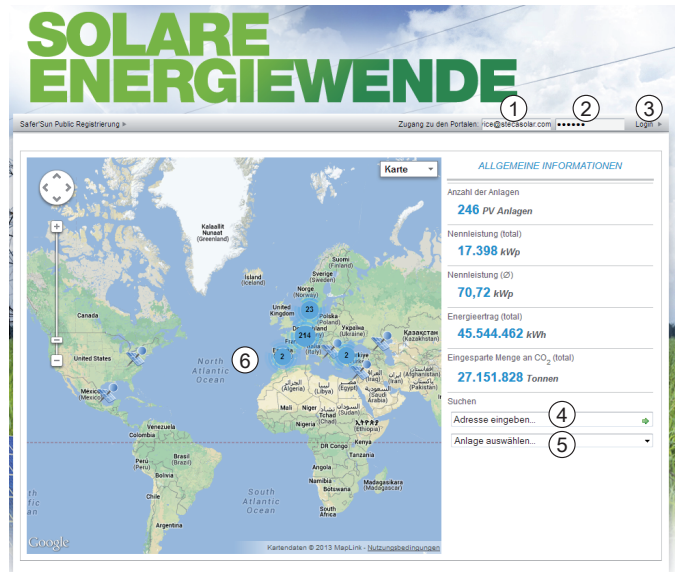

Abb. 21: Startseite des Internetportals
Die E-Mail-Adresse kann nur einmal eingegeben und später nicht mehr geändert werden! Die E-Mail-Adresse ist gleichzeitig der Benutzername; siehe auch ① in Abb. 21.
- ⇒ Die Startseite des Internetportals erscheint wie in Abb. 21 gezeigt.
2. ➤ Auf der Startseite des Internetportals stehen die Funktionen gemäß Legende von Abb. 21 zur Verfügung.